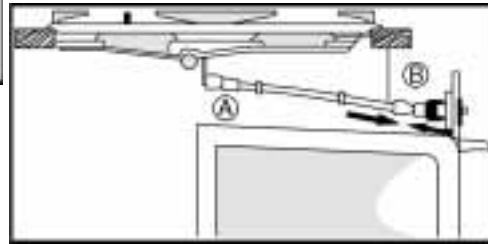

Fig. 8
1. Raccordez les languettes "A" à la partie terminale "B" comme indiqué (fig. 8).